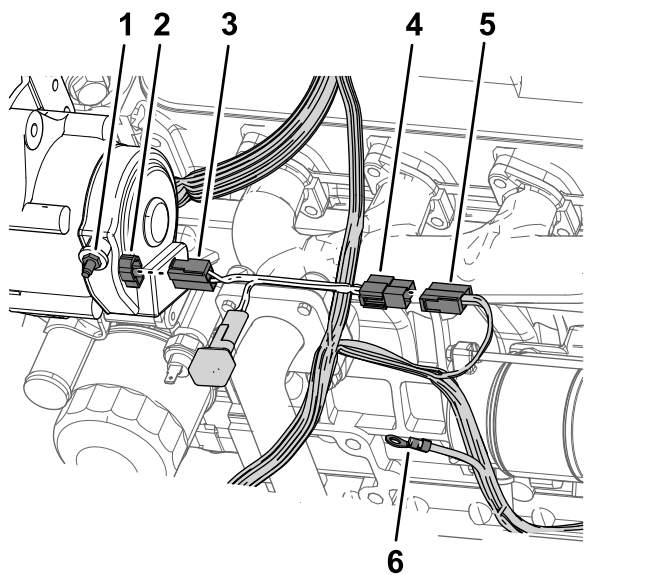

Figura 244
1. Allineate il connettore a prese del cablaggio dell'adattatore dell'alternatore con i perni del connettore elettrico sull'alternatore (60 A) e spingete i connettori insieme fino a quando la chiusura sul connettore non si blocca saldamente (Figura 244).
macchina che avete rimosso al passaggio 2 di Rimozione dell'alternatore \(40 A\) \(pagina 115\) e spingete insieme i connettori fino a quando il blocco dei connettori non scatta in sede (Figura 244).